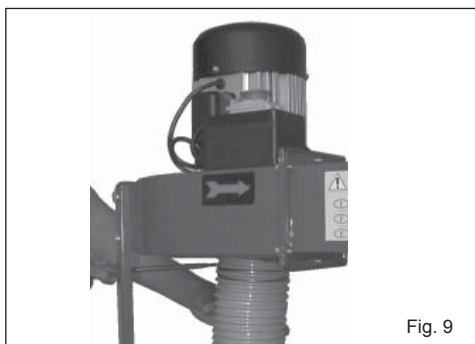

Fig. 9
7. Den Schlauch an den Stecker der Absauganlage befestigen (**Fig. 9**). Alternativ kann dieser Schlauch abgenommen und ein geeigneter Schlauch mit der entsprechenden Schließschelle an der Holzmaschine angeschlossen werden.